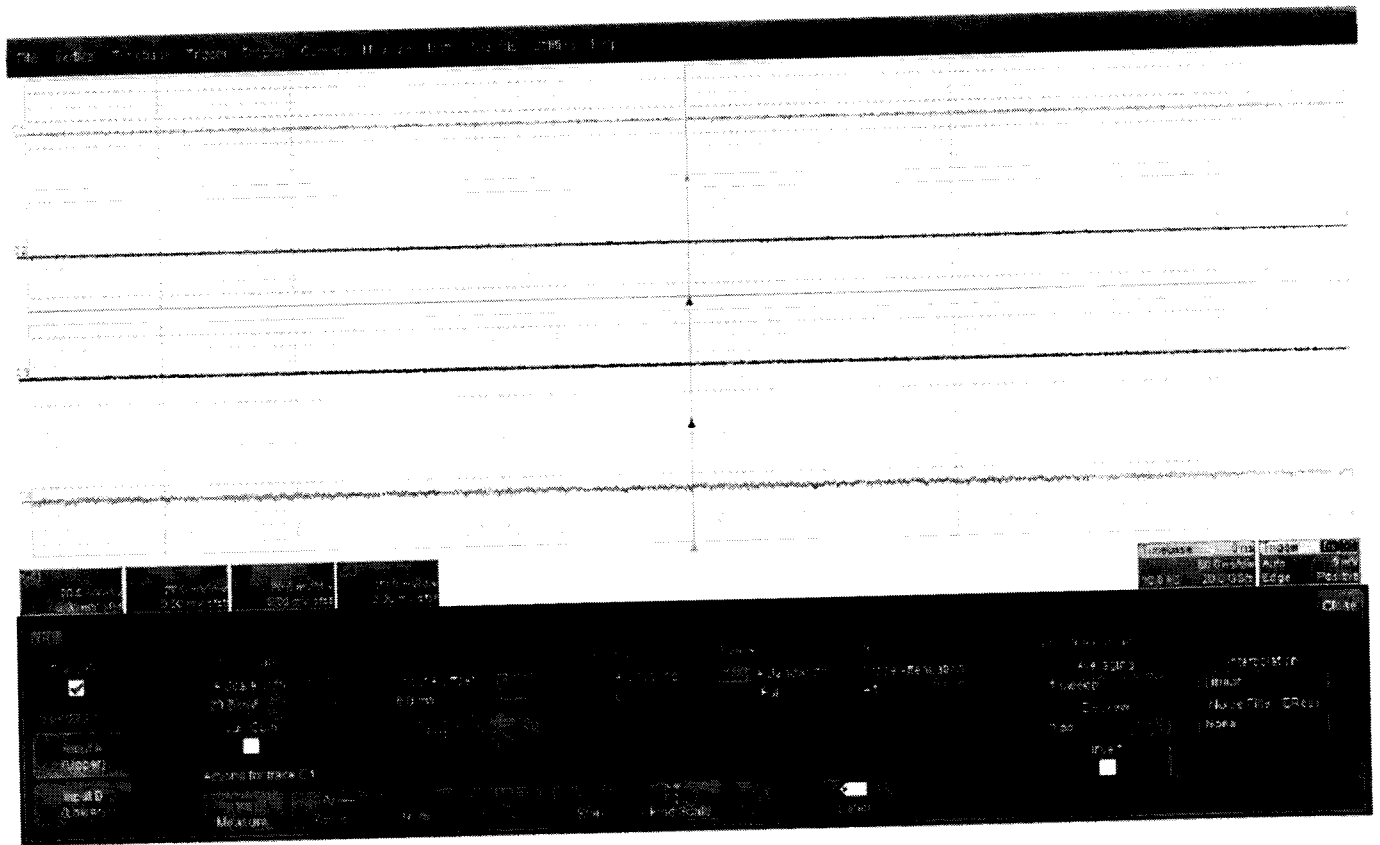

Рисунок 4
8.5.1.1 Установить следующие параметры осциллографа (рисунок 4):